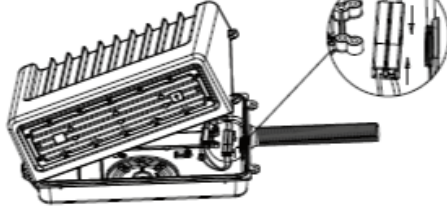

Fig. 2-4A
6. Rattacher le couvercle avant du luminaire et reconnecter le connecteur à branchement rapide (Fig. 2-4A). S'assurer que le joint d'étanchéité de la porte est bien positionné autour du périmètre. Refermer le couvercle avant et rattacher en resserrant les deux vis desserrées à l'étape 1 (Fig. 2-4B). L'installation est complète. Rétablir l'alimentation.